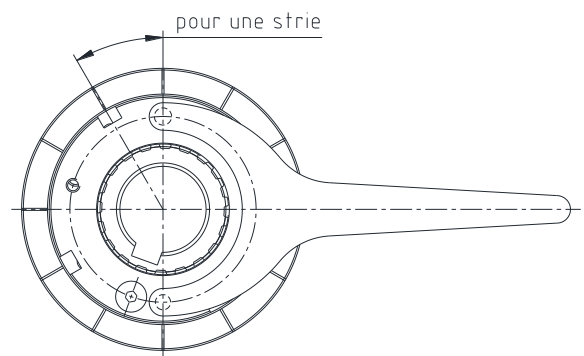

Fig. 14 : Réglage du couple - KTR-SI tailles 00 à 5
- Insérer la clé à ergots (voir tableau 8) dans les trous prévus de l'écrou de réglage (voir figure 14).